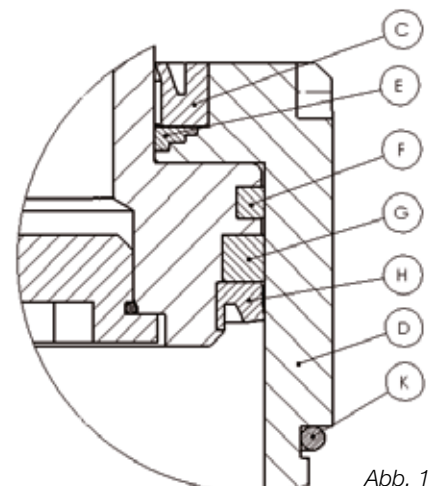

Abb. 1
6.10 Führungsring (Pos. E) und Abstreifring (Pos. C) vorsichtig mit einem Gummihammer in das Gehäuse einsetzen (richtige Lage beachten, siehe Abb. 1).
6.13 Dichtung (Pos. H) einsetzen (richtige Lage beachten, siehe Abb. 1).